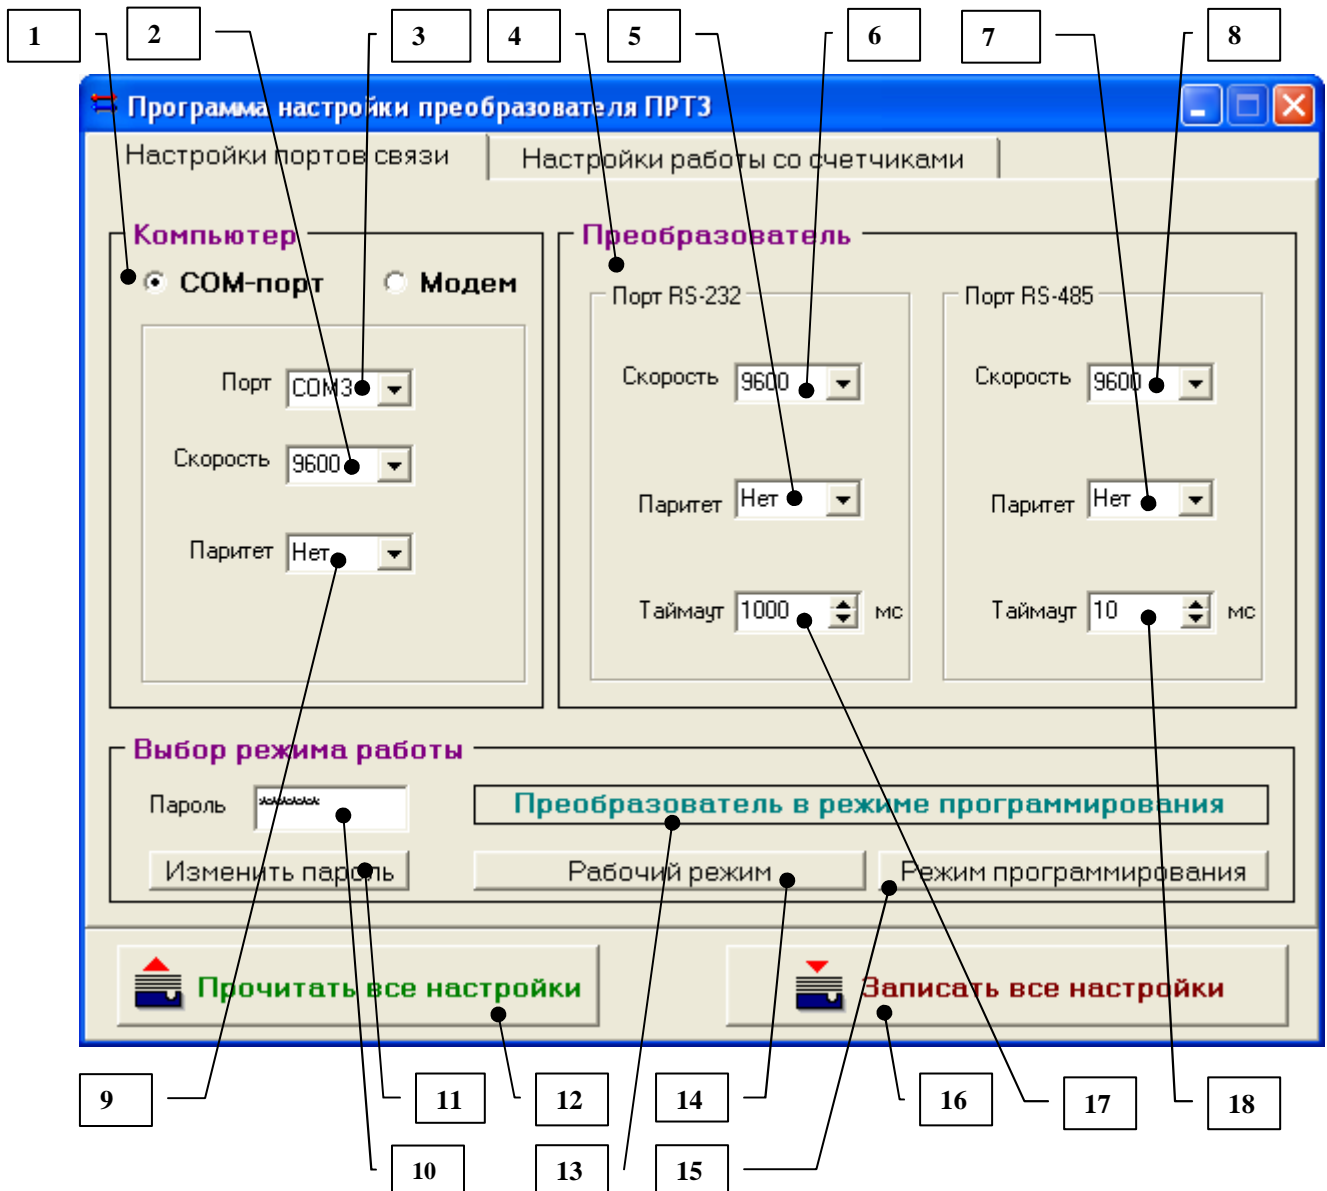

Рис.2. Внешний вид панели “Настройки портов связи”.
1) Выбрать тип преобразователя (рис. 1) . В данном случае необходимо выбрать “ПРТ 3 (счетчик Меркурий 230)” и нажать кнопку “ОК”. В результате в заголовке главного окна программы должна появиться надпись “Программа настройки преобразователя ПРТ3” (рис.2), а в поле (13) мигающее сообщение “Выберите режим работы преобразователя” .
2) Настроить прямую или модемную связь со стороны компьютера (рис.2(1)).
3) Если необходимо, то задать пароль (10) . Он используется при выборе режима работы преобразователя. По умолчанию пароль “000000”.
4) Перевести преобразователь в режим программирования используя кнопку “Режим программирования”(15). В поле (13) должна появиться надпись “Преобразователь в режиме программирования”. На преобразователе должен загореться красный светодиод. Прочитать настройки портов связи и настройки работы со счетчиками из преобразователя с помощью кнопки “Прочитать все настройки” (12).
5) Задать параметры работы портов связи (рис.2) преобразователя (4).
6) Изменить при необходимости пароль. Кнопка “Изменить пароль” (11) активизирует окно “Установка нового пароля” (рис.3). Здесь необходимо ввести новый пароль и повторить ввод для проверки правильности задания пароля. Нажатие на кнопку “ОК” изменяет пароль в преобразователе о чем дополнительно выводится сообщение. В пароле допускаются любые символы клавиатуры. Длина пароля не более шести символов. Новый пароль при успешной установке копируется в поле (рис.2(10)) .
8) Записать настройки портов связи и настройки работы со счетчиками в преобразователь с помощью кнопки “Записать все настройки” (рис.2 (17)). При этом скорость обмена по порту RS-232 компьютера устанавливается равной скорости обмена по порту RS-232 преобразователя .
9) Перевести преобразователь в рабочий режим используя кнопку “Рабочий режим”(рис.2 (15)). В поле (рис.2 (14)) должна появиться надпись “Преобразователь в рабочем режиме”. На преобразователе должен загореться зеленый светодиод.